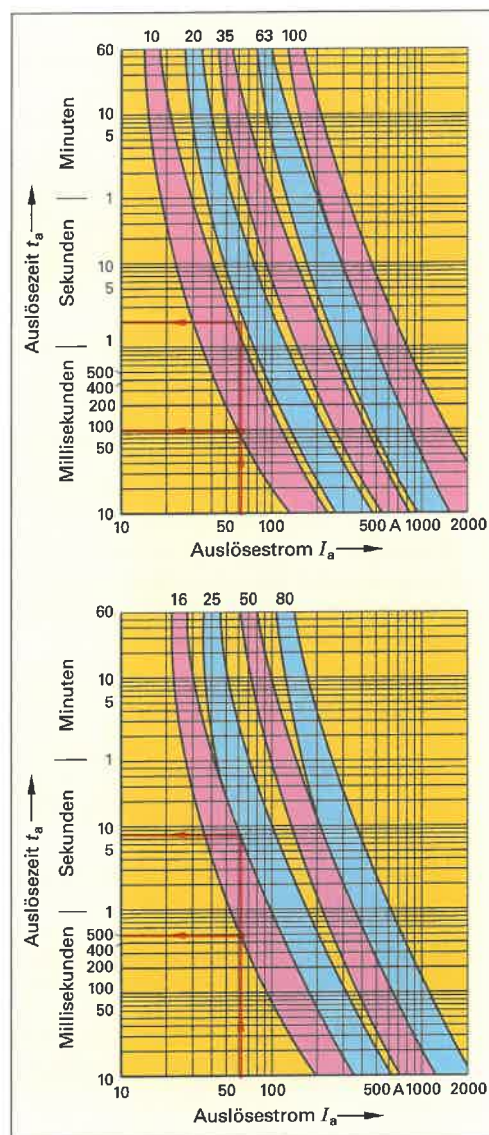

Bild 1: Strom-Zeit-Kennlinien von Ganzbereichssicherungen gG
2. Benennen Sie die im Bild 1 gekennzeichneten Auslösesysteme eines LS-Schalters.
- ① **Thermischer Auslöser (Bimetallauslöser)**
- ② **Elektromagnetischer Auslöser (Schnellauslöser)**